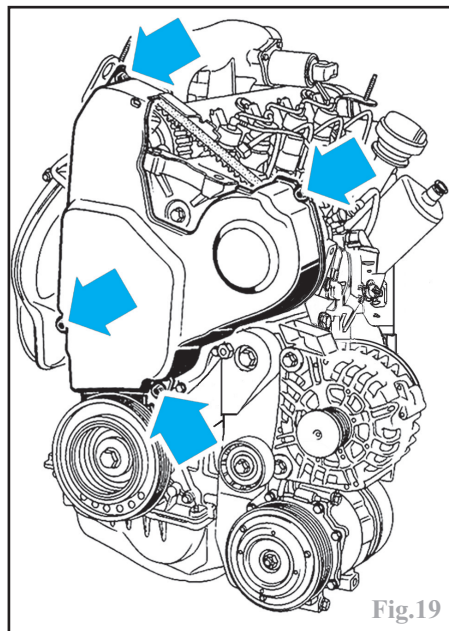

Fig.19
-le carter supérieur de distribution (Fig.19).